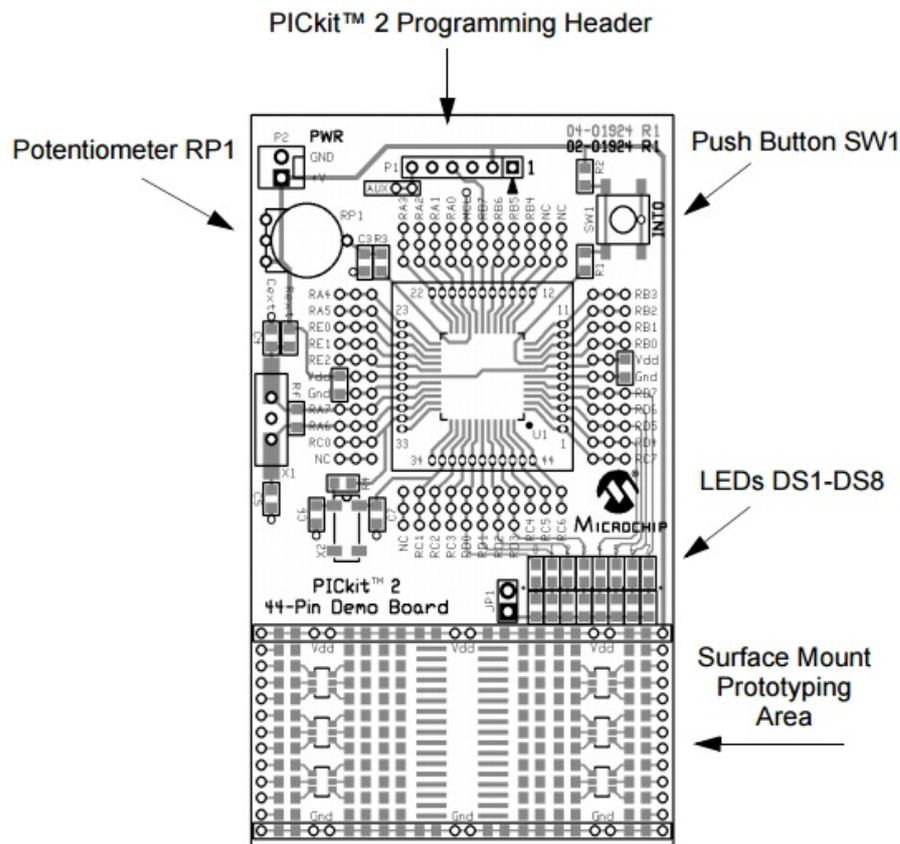

Figura 2 - Layout da placa de demonstração ("44-Pin Demo Board".)
O próximo passo que deve ser feito em um sistema real é conectar os microcontroladores por transmissores sem fio (como falamos em aulas passadas). A ligação para esse tipo de sistema simples é bem fácil de ser feita. Basicamente, basta conectar (no lugar do fio) a saída do transmissor (pino 25 do PIC) ao componente transmissor de RF (que já vem pronto e montado como se fosse um circuito integrado) e o pino 26 do receptor ao CI receptor de RF. A Figura 2 ilustra como deve ser essa ligação.
É importante mencionar que, embora na figura 2 existam 4 terras (2 no transmissor e 2 no receptor), esses não estão todos conectados! As conexões elétricas existem apenas entre os terras do transmissor SEPARADOS da conexão existente no receptor. O sinal elétrico será convertido em ondas de rádio e irá chegar ao circuito do receptor via RF.
4. Por que os terras da figura 2 são separados?